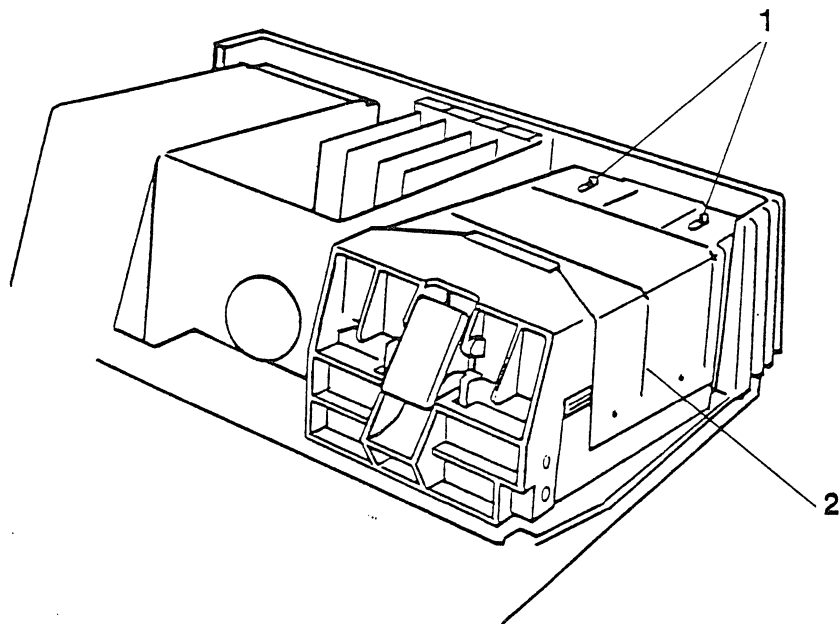

FIGURE 4
2. Commencer par retirer la plaque de protection du lecteur de disque pour avoir accès à la plaquette analogique. Pour ce faire, repousser vers l'avant à l'aide d'un tournevis à lame plate les deux clips de retenue Tinnerman situés sur la plaque de protection de l'unité du lecteur de disque. (Voir la figure 4, No 1).
3. Retirer la plaque de protection du lecteur de disque en courbant le côté vers l'extérieur (Voir la figure 4, No 2) puis en la soulevant.